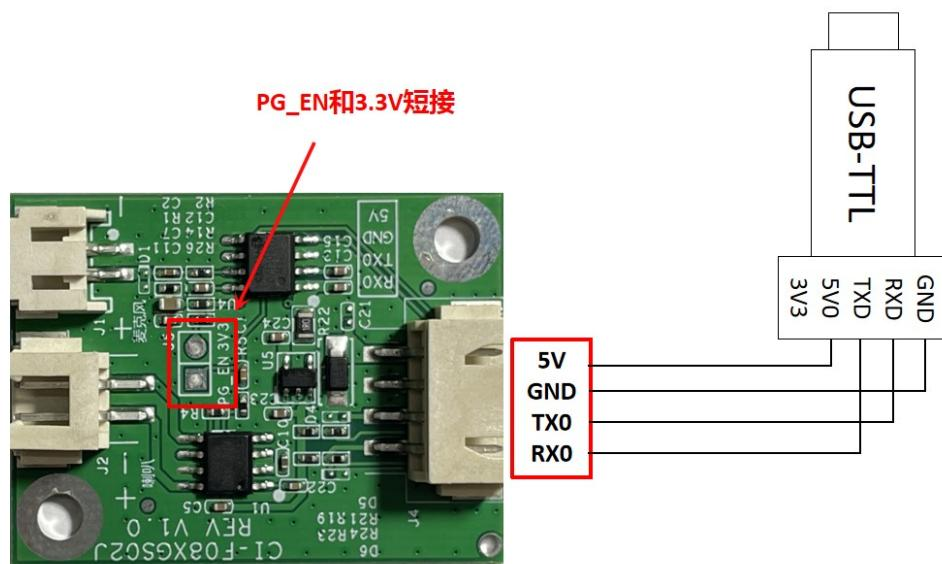

图 12 模块和 USB 转串口工具连接图
(1) 模块不能烧录并更新固件。 出现上述问题后，请检查以下操作点：
- 注意要先把 TX0, RX0, GND 接上，然后烧录工具再勾选对应串口号（图 12），再供电 5V；